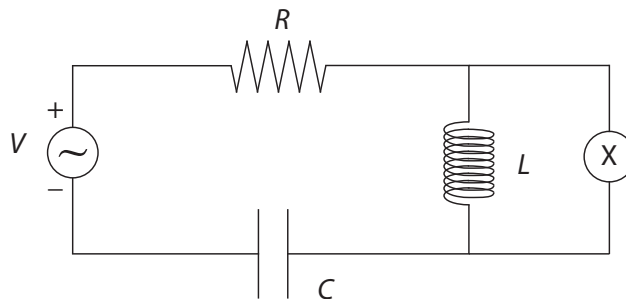

Figura 4.3: Circuito RLC.
- g) Arme el circuito de la figura 4.3 con $C = 3300$ pF y $L = 22$ mH. R representa la suma de la resistencia de la bobina y la resistencia interna de la fuente (50Ω), esto significa que no debe agregar otra resistencia al circuito.
- j) En el circuito de la figura 4.3, reemplace R por una resistencia variable (potenciómetro) de $10\text{ k}\Omega$ (la resistencia nominal de un potenciómetro indica el máximo valor de su resistencia. Para saber cuál potenciómetro usar, mida su resistencia con la perilla en su extremo).